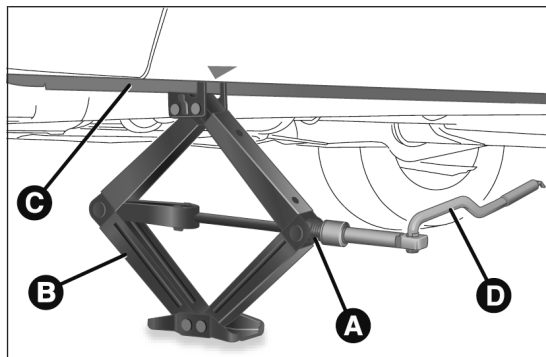

fig. 36
- introduire la clé A sur le cric de façon à le détendre jusqu'à ce que la partie supérieure B fig. 36 s'insère correctement sur le longeron C (au niveau du signe ▽ figurant sur le longeron) ;
- introduire la manivelle D fig. 36 dans le logement sur le dispositif A, actionner le cric et soulever la voiture, jusqu'à ce que la roue se soulève du sol de quelques centimètres ;